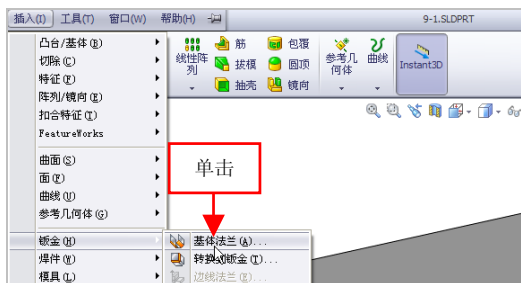

图 9-2 单击【基体法兰】命令
(2) 在菜单栏中, 单击【插入】|【钣金】|【基体法兰】命令, 如图 9-2 所示。